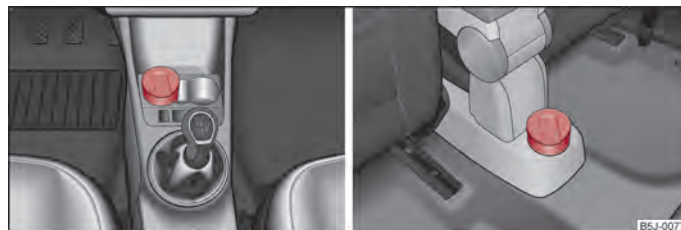

Fig. 60 Consolle centrale: Posacenere anteriore / posteriore
- Estrarre verso l'alto il posacenere ⇒ fig. 60. Durante l'estrazione non tenere il posacenere sul coperchio - pericolo di rottura.